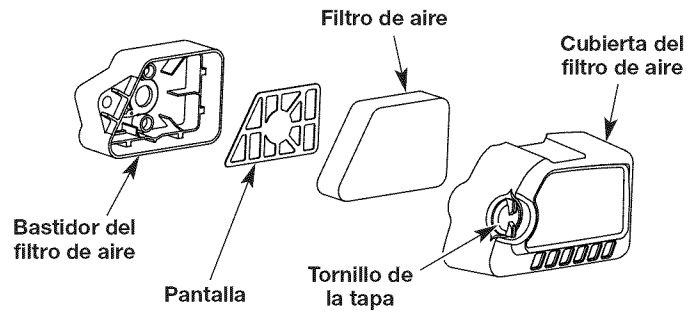

Fig. 15
1. Abra la tapa del filtro de aire desenroscando el tornillo correspondiente (Fig. 15).
2. Quite el filtro de aire y la pantalla que está detrás del mismo (Fig. 15).
6. Reinstale el filtro de aire y la pantalla que está detrás del mismo (Fig. 15).